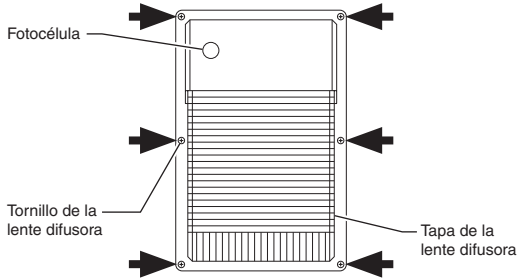

Figura 1
- Con un destornillador phillips, retire los seis tornillos que sostienen la tapa de la lente difusora en el aparato de luz (Figura 1). Retire la tapa de la lente difusora.